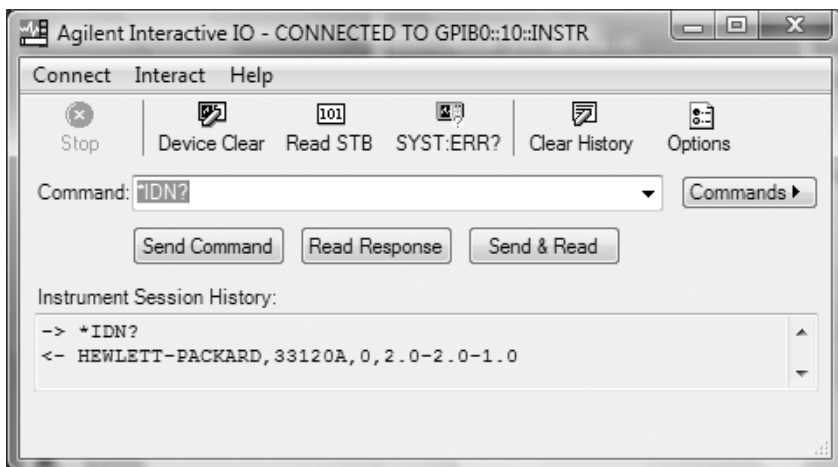

Рис. 4.3
4. Выделить курсором мультиметр в списке подключенного оборудования и вызвать панель интерактивного ввода/вывода (Interactive IO) (рис. 4.3), нажав кнопку «Send commands to this instrument» на панели задач, либо выбрав эту панель из главного меню (Tools → Interactive IO).